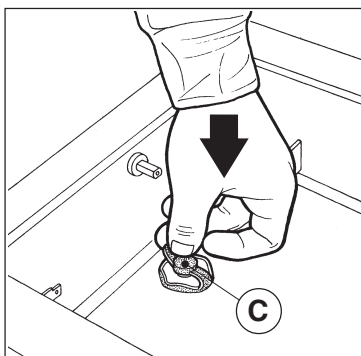

Fig. 4
- 5) Inserire il cappuccio di protezione (C) nel foro centrale come indicato in (Fig. 4).